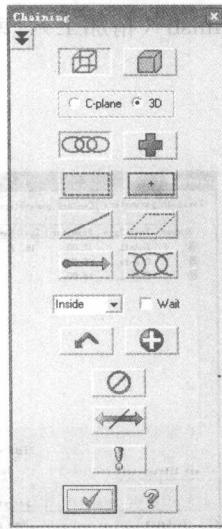

图 1-5 串连对话框
(1) 当 Contour 图形绘制好后，进行外形 Contour 的铣削加工。在屏幕左方刀路操作管理区内（或单击下拉式菜单）单击主菜单中的 Mill toolpaths / Contour 命令。
(2) 系统弹出 Chaining 对话框，如图 1-5 所示。在绘图区采用串连方式选取选择如图 1-2 的凸轮外形，这里需要讲述一下 Chain 功能。